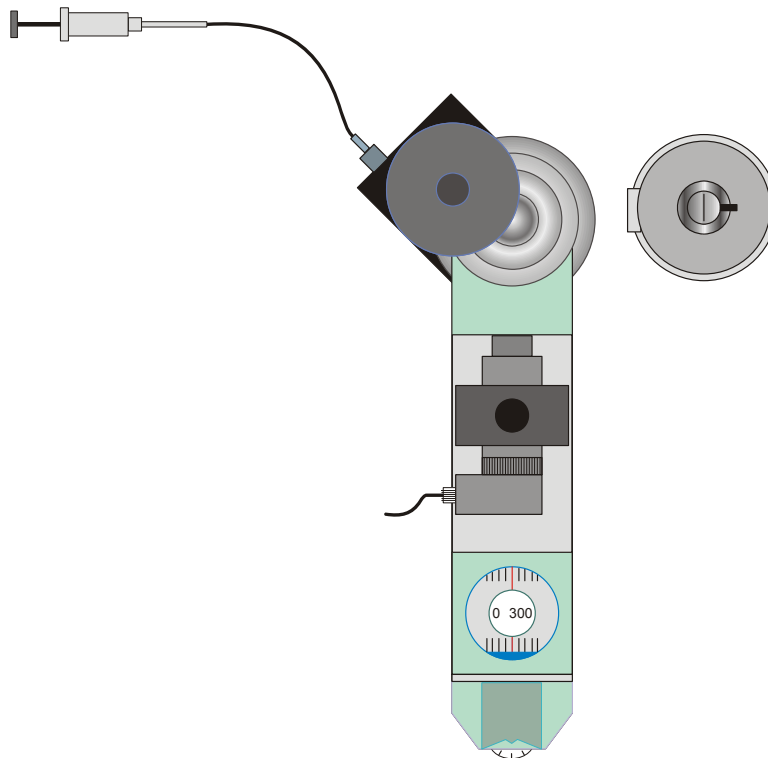

Fig. 9 Montage du revolver à film de diffusion
- Enlever la griffe de serrage du porte-échantillon (voir Fig. 9).